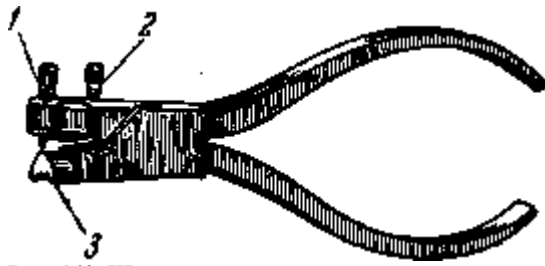

Рис. 140. Щипцы для выдавливания крючка в стенке барабана:
1. Крючок выдавливают в стенке барабана специальными щипцами (рис. 140).